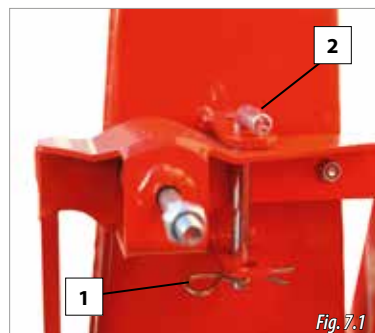

Fig. 7.1
- A. Puneți siguranța (2, Fig. 7.1) și apoi să puneți boltul (1, Fig. 7.1).
- A. Retrageți boltul (1, Fig. 7.1) și scoateți siguranța (2, Fig. 7.1).